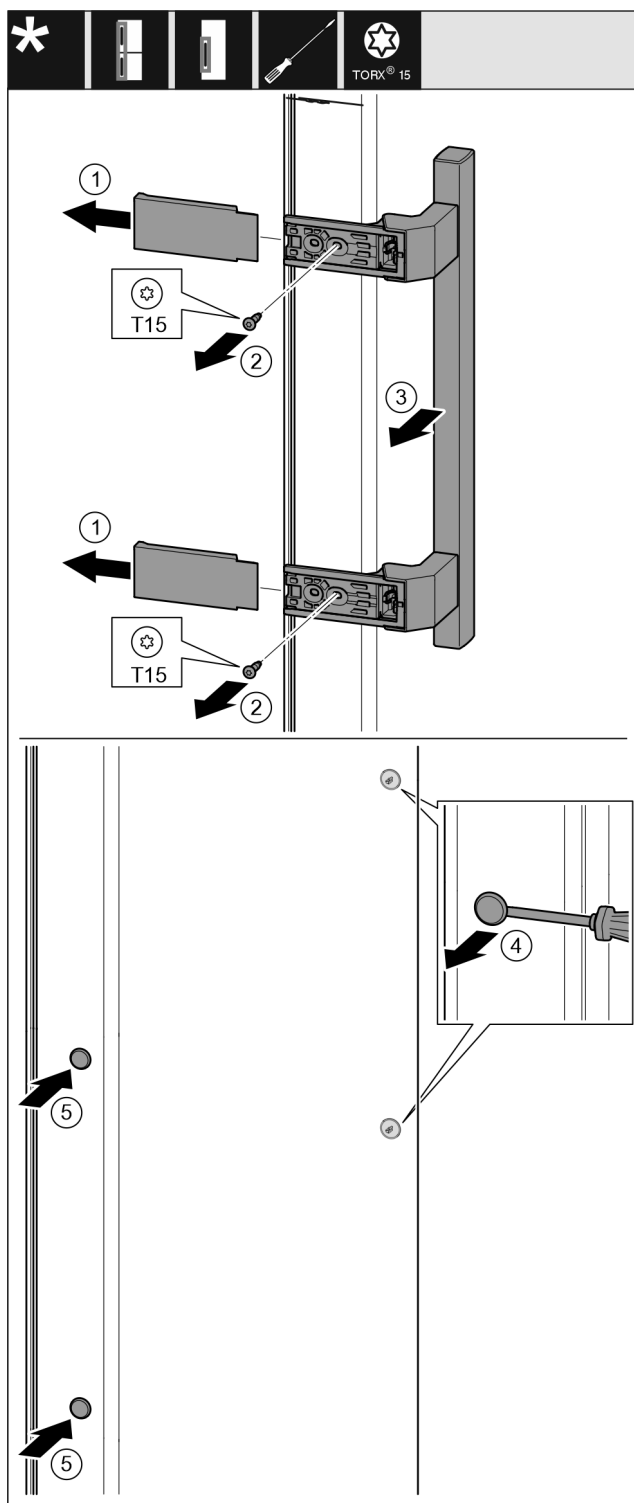

Fig. 18
- ▶ Zdjąć osłonę. Fig. 18 (1)
- ▶ Wykręcić śruby śrubokrętem Torx 15. Fig. 18 (2)
- ▶ Zdjąć uchwyt. Fig. 18 (3)
- ▶ Podważyć ostrożnie boczną zatyczkę śrubokrętem i wyjąć. Fig. 18 (4)
- ▶ Założyć ponownie zatyczkę z drugiej strony. Fig. 18 (5)